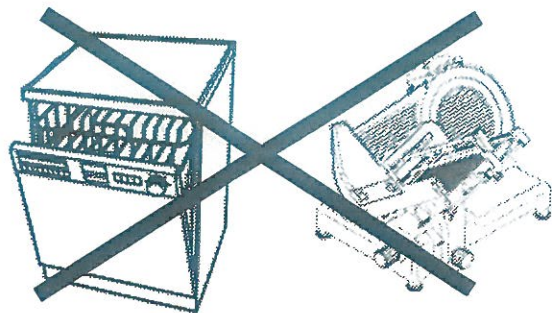

Abb.27
- Die Aufschnittmaschine darf nicht in die Spülmaschine (Abb.27) und darf nicht mit Wasserstrahl gereinigt werden. Die Maschine nicht ins Wasser oder in andere Flüssigkeiten tauchen.